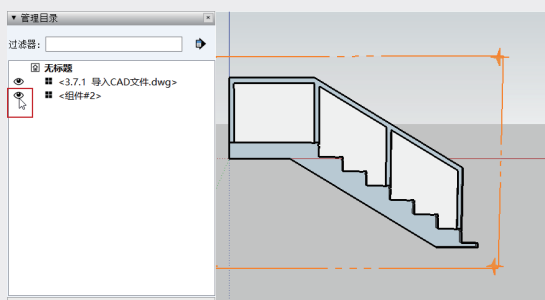

图3-223
- 12 在视图空白处单击,退出组件编辑状态。执行“窗口”|“默认面板”|“管理目录”命令, 打开“管理目录”面板, 单击组名称前的按钮, 按钮显示为后显示群组, 如图3-223所示。